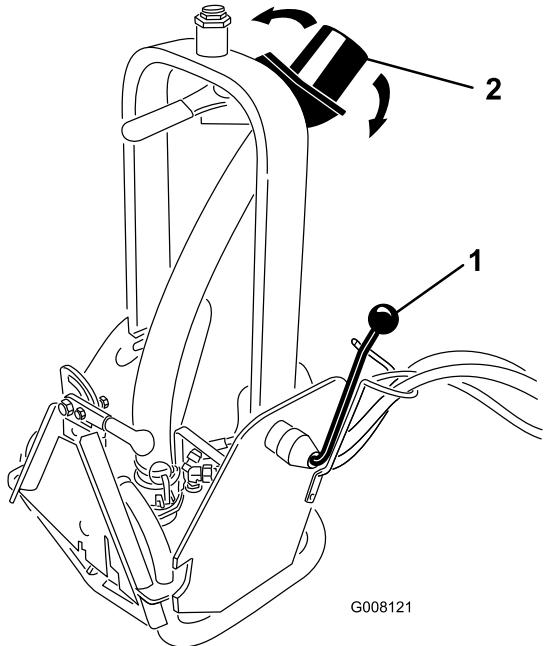

Bild 6
Die Auswurfdüse (Bild 6) kann nach oben, unten oder seitlich verstellt werden, um den Fluss in die gewünschte Richtung zu leiten.
- Drehen Sie den Sperrgriff (Bild 6), um den Schwenkturm zu entriegeln.